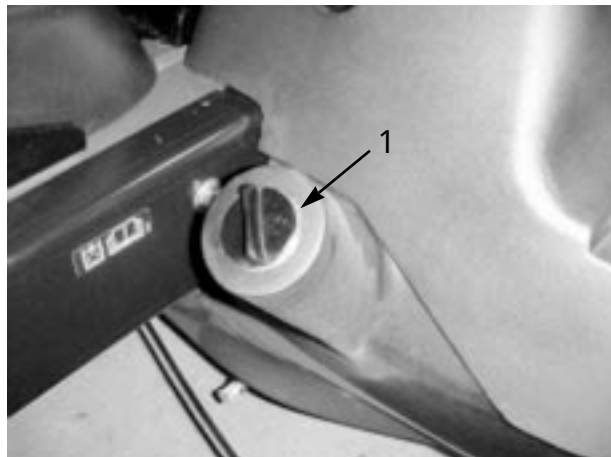

図 8
2. 油圧オイルタンクの注油口周辺をきれいに拭き、キャップ(図8)を外す。